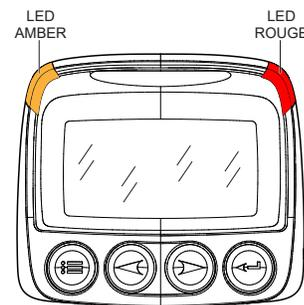

Figure 18. Témoins lumineux
3. Les lampes et les ventilateurs du système, y compris les DEL rouge et ambre (Figure 18), s'allument brièvement pour vérifier les fonctions.